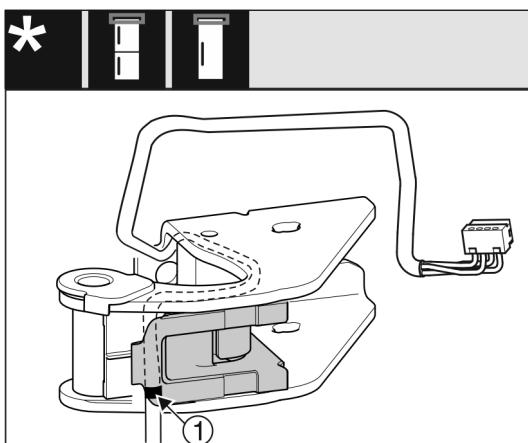

Fig. 28
- ▶ 中间标识必须位于电缆支架的边缘 Fig. 28 (1)。